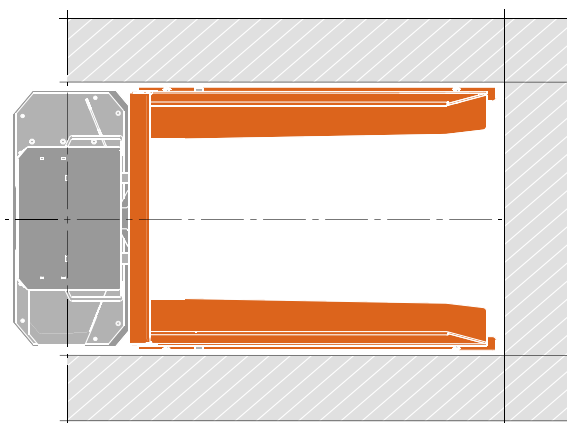

Bild 17 Säkerhetszon
2. Placera pallyftaren i önskad position. Säkerställ att det finns tomt utrymme runt pallyftaren (min. 500 mm.), se bild 17.